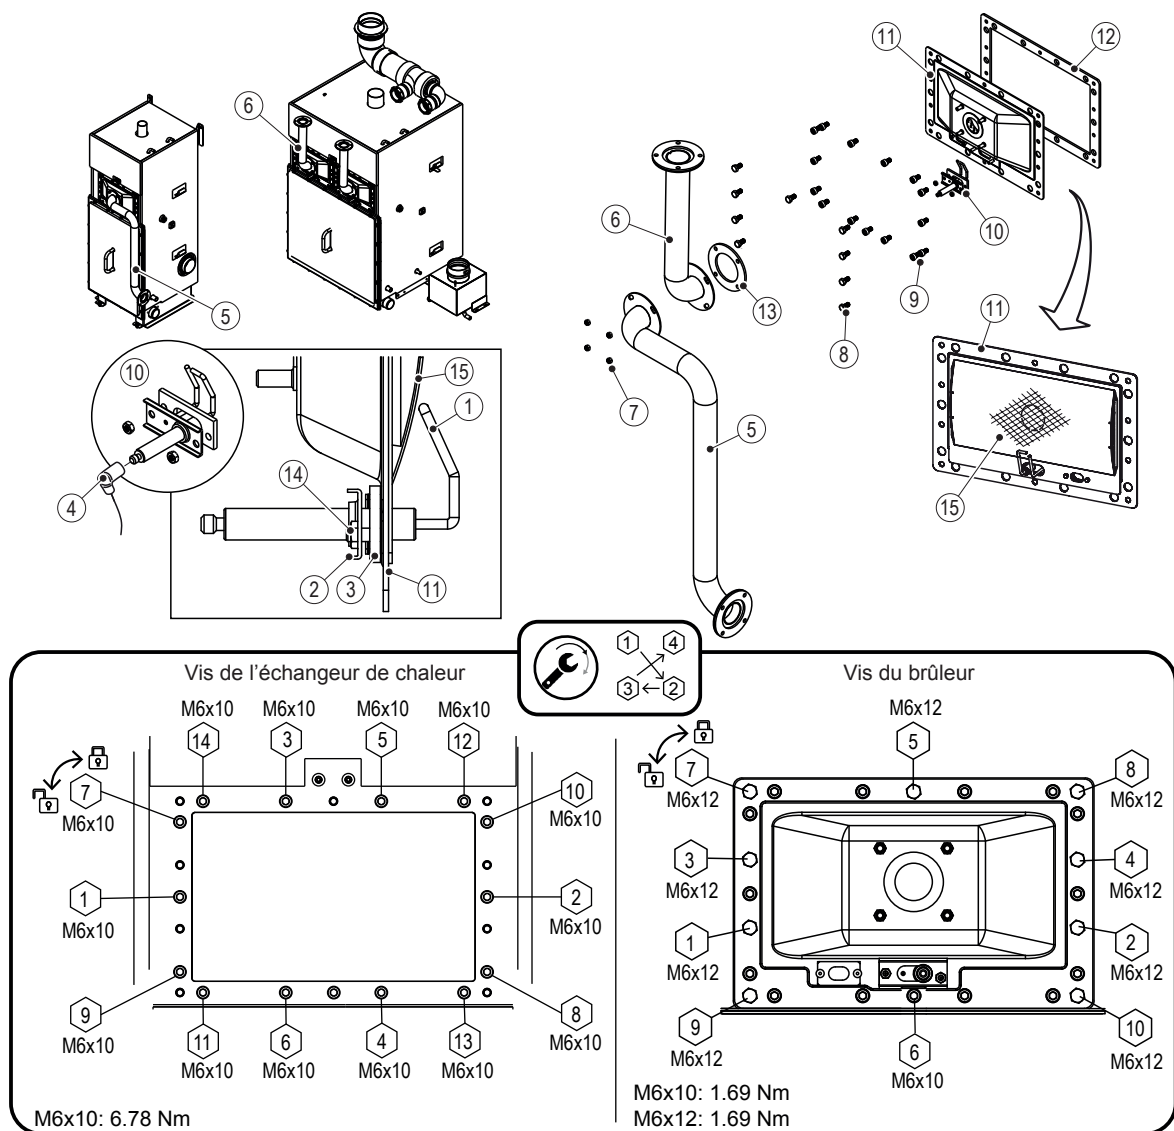

Figure 16 : Nettoyage de l'ensemble du brûleur
Les brûleurs de l'humidificateur Condair GS n'ont pas besoin de maintenance. Toutefois, si les brûleurs ne fonctionnent pas correctement, nettoyez-les ainsi que l'allumeur à étincelle en suivant les étapes ci-dessous. Voir la Figure 16 à la page 62.
10. Appliquez un lubrifiant antigel au nickel (Loctite® LB 771™ ou équivalent) sur les boulons à tête hexagonale M6×12 avant l'assemblage. Installez avec des rondelles de blocage M6. Essuyez l'excès de lubrifiant. Serrer les **boulons M6x12 et le boulon M6x10 à 1,69 Nm**. Voir la Figure 16 à la page 62.